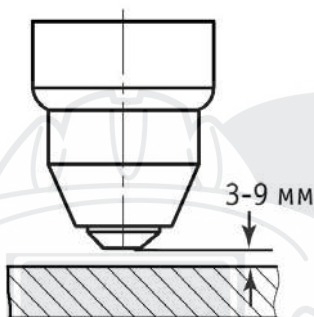

Рис. 9.5. Выбор расстояния от сопла плазматрона до разрезаемого изделия.
- Расстояние до разрезаемого изделия (См. рис. 9.5).